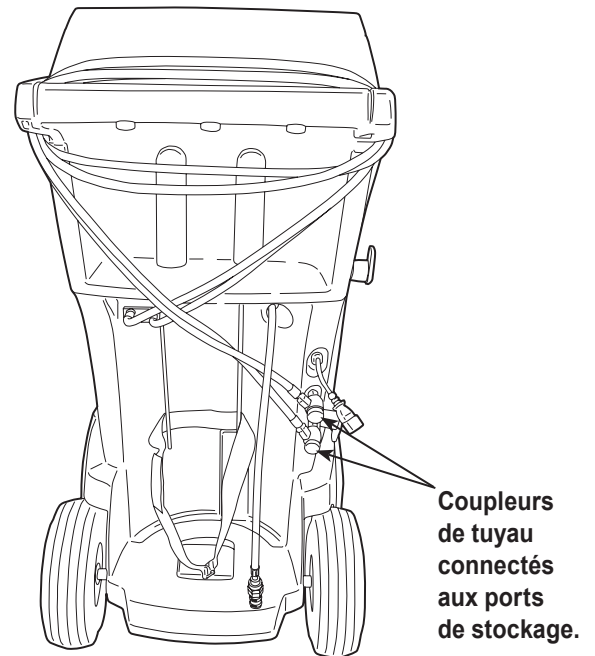

Figure 12
2. Faites passer deux fois les tuyaux de service autour de la poignée et attachez-les aux ports de stockage. Reportez-vous à la Figure 12.